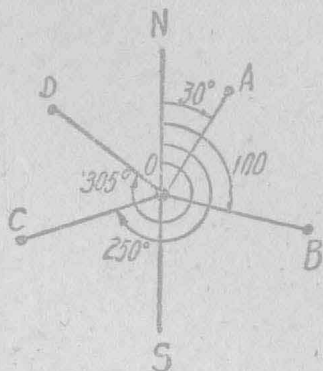

图 1
(2)真方位角:任意一方向綫与真子午綫的交角叫做真方位角(沿順时針方向計算)。方位角是由 0° 起,到 360° 为止。如图1,OA,OB,OC,OD等各方向綫的方位角各为 30° 、 100° 、 250° 、 305° 。